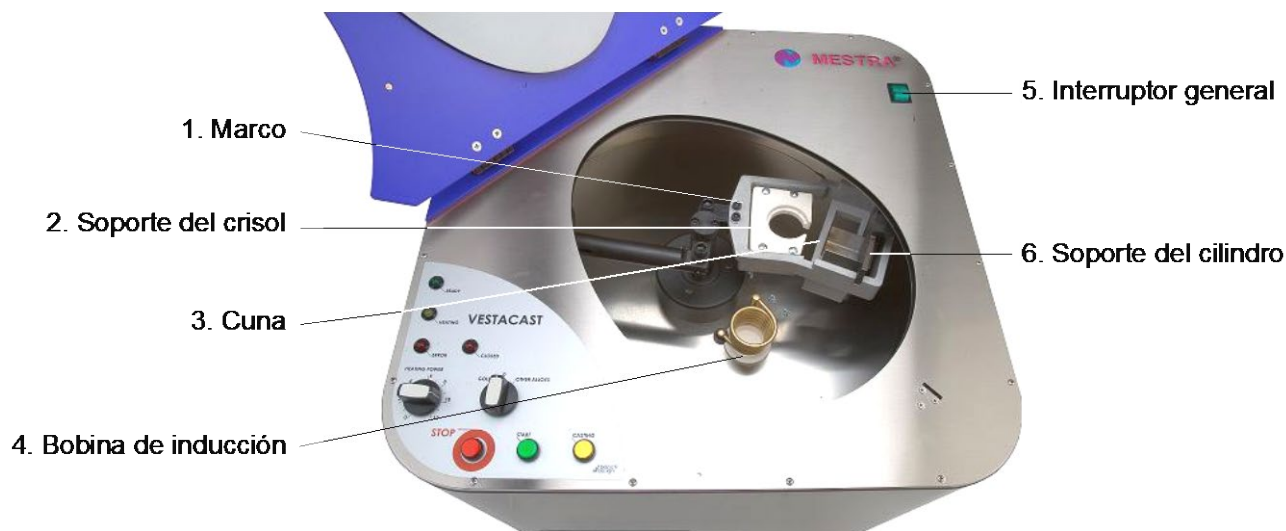

Fig. 2: Cámara de colado con el brazo
- El brazo (Fig. 2) de la cámara de colado soporta el crisol y el cilindro. Tiene un contrapeso para asegurar un funcionamiento suave y silencioso.